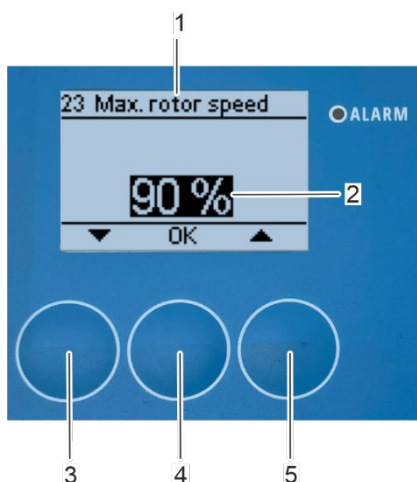

Figura 130: Ajuste de la velocidad máxima del rotor
⇒ Entonces aparecerá en pantalla el submenú «23 Velocidad máxima del rotor» (Figura 130/1).
3. Seleccione la velocidad máxima del rotor que desee (Figura 130/2) mediante los botones de flecha [arriba] (Figura 130/5) y [abajo] (Figura 130/3).
4. Confirme la selección pulsando [Aceptar] (Figura 130/4).